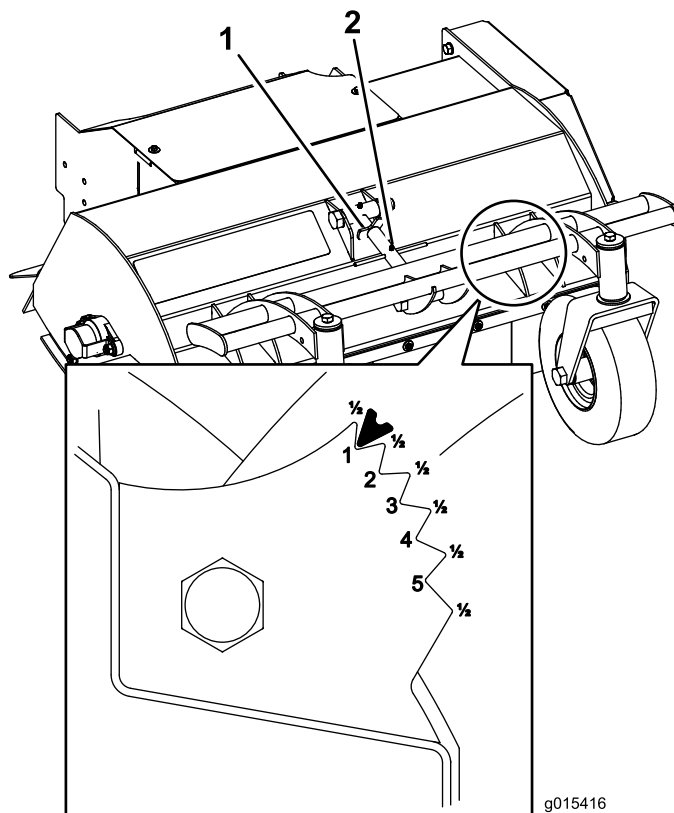

Figura 2
2. Mirando el cortacésped desde delante, quite el cierre del tensor (Figura 2).
3. Gire el tensor en el sentido de las agujas del reloj para reducir la altura de corte, o en el sentido contrario para aumentarla, hasta que llegue a la posición deseada en el indicador de altura de corte (Figura 2).